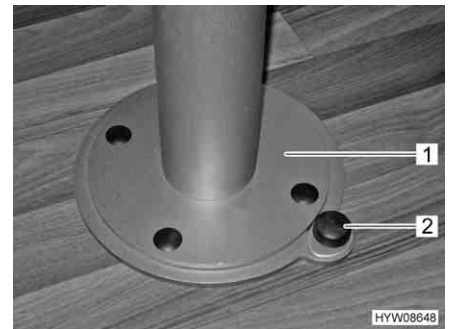

Fig. 55 Piede del tavolo, sbloccaggio del dispositivo di rotazione
- Spingere verso il basso il bottone (Fig. 55,2) del bloccaggio.
- Ruotare il piede del tavolo con il piano del tavolo (Fig. 55,1) nella posizione desiderata.